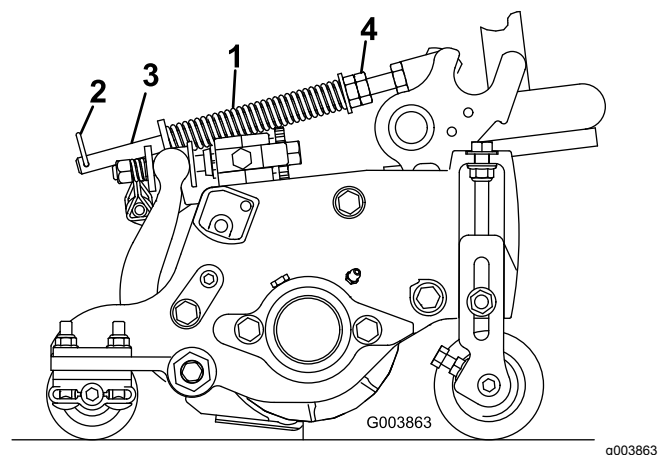

Figure 14
2. Serrez les écrous hexagonaux sur l'extrémité avant de la tige de ressort jusqu'à ce que la longueur du ressort comprimé soit égale à 12,7 cm sur les plateaux de coupe de 12,7 cm ou à 15,9 cm sur les plateaux de coupe de 17,5 cm (Figure 14).
Le ressort de compensation transfère aussi le poids du rouleau avant au rouleau arrière (Figure 14). Cela évite la formation d'ondulations à la surface de la pelouse.
1. Vérifiez que la goupille fendue est insérée dans le trou de la tige de ressort (Figure 14).